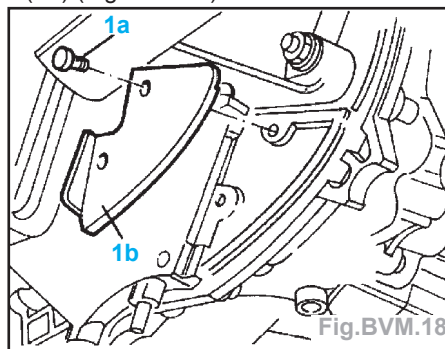

Fig.BVM.18
- Déposer la protection du volant moteur (1b) (Fig.BVM.18).